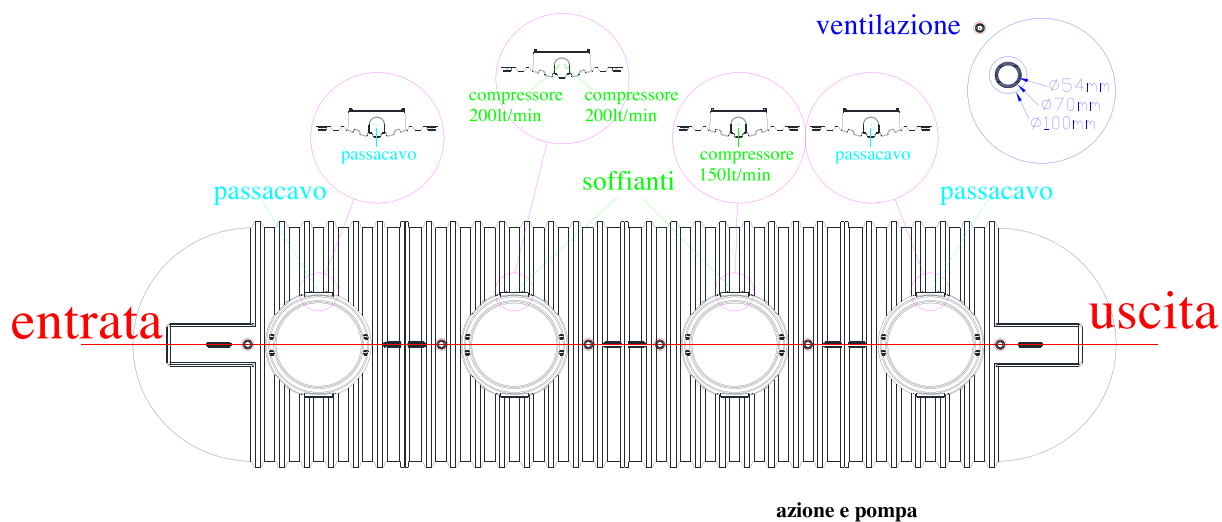

Fig.2 – Posizionamento collegamenti biogas, ossigenazione e pompa
### 4.2 Collegamento uscite biogas (ventilazione) (Fig.2)
- il collegamento deve essere effettuato utilizzando fascette di acciaio inox e tubo tipo rinforzato in gomma da  $\frac{3}{4}$ " (19mm) o superiore, proteggendolo da schiacciamento e strozzature. Il collegamento al depuratore avverrà in corrispondenza del raccordo identificato dalla targhetta o scritta "soffiante" (Fig.2).